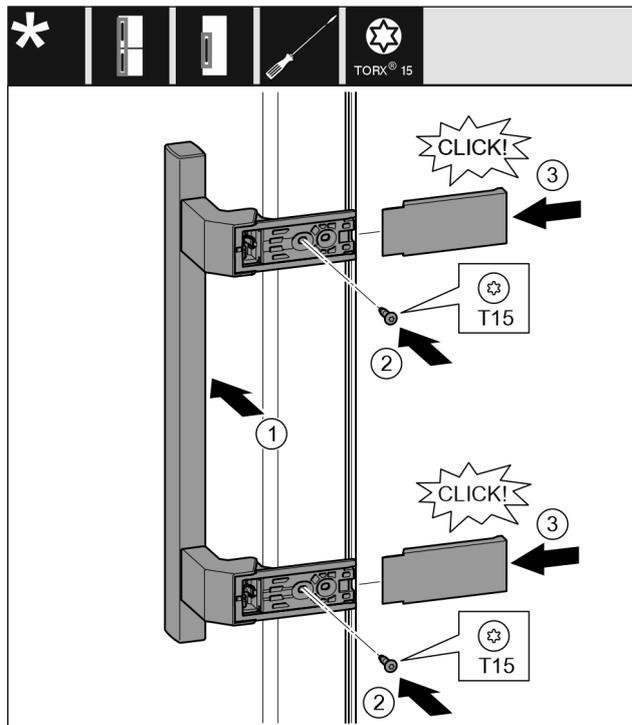

Fig. 15
- ▶ Postavite ručku na suprotnu stranu. Fig. 15 (1)
- ▶ Pritegnite vijke odvijačem T15. Fig. 15 (2)
- ▶ Postavite pokrove bočno i natakните ih. Fig. 15 (3)